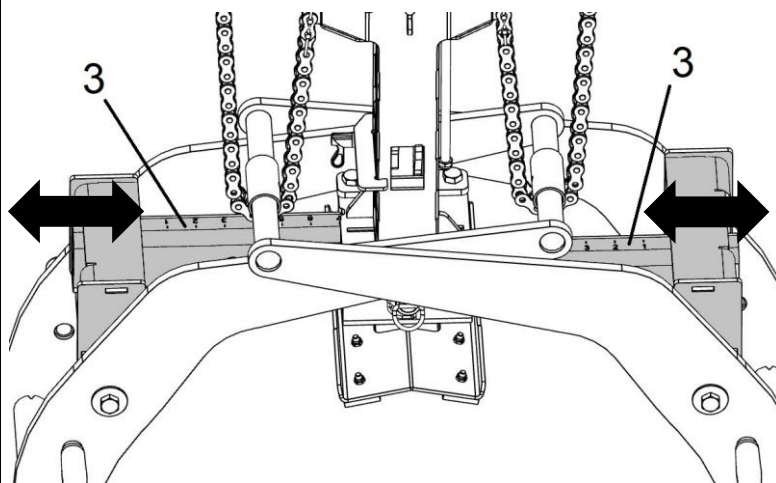

Abb. 3
4. Flytta sidodelarna (3) på båda sidor (synkront med varandra) tills det nödvändiga gripområdet för det material som skall gripas (betongrör) har ställts in (fig. 3).